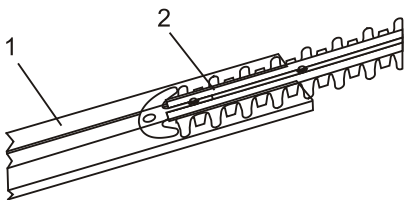

Fig. 6
1. Glisser le protège-lame (1) sur les lames (2) (Fig. 6).